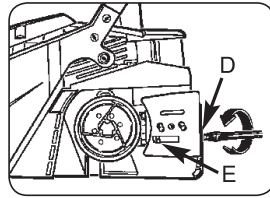

Fig. 3D
3. À l'aide d'une tournevis tournez la vis de réglage (D) dans le sens inverse des aiguilles d'une montre jusqu'à ce que l'élément guide (E) (la dent saillante) arrive au bout de son canal vers le tambour de l'embrayage et la roue dentée de la chaîne (Fig. 3D).